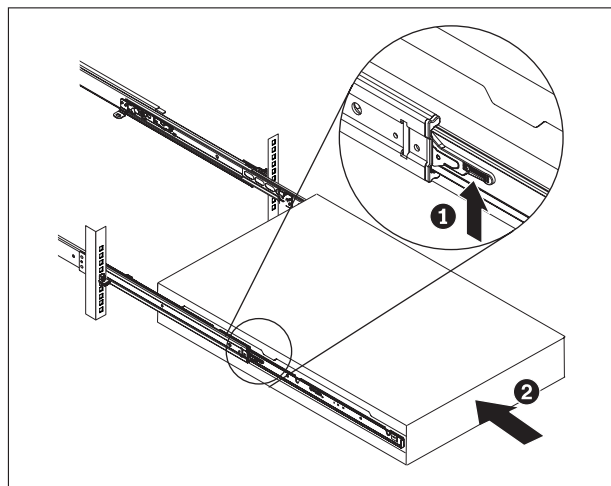

Figura 14. Col·loqueu el dispositiu en el bastidor
6. Col·loqueu el dispositiu en el bastidor, tal com es mostra a Figura 14 a la pàgina 21.